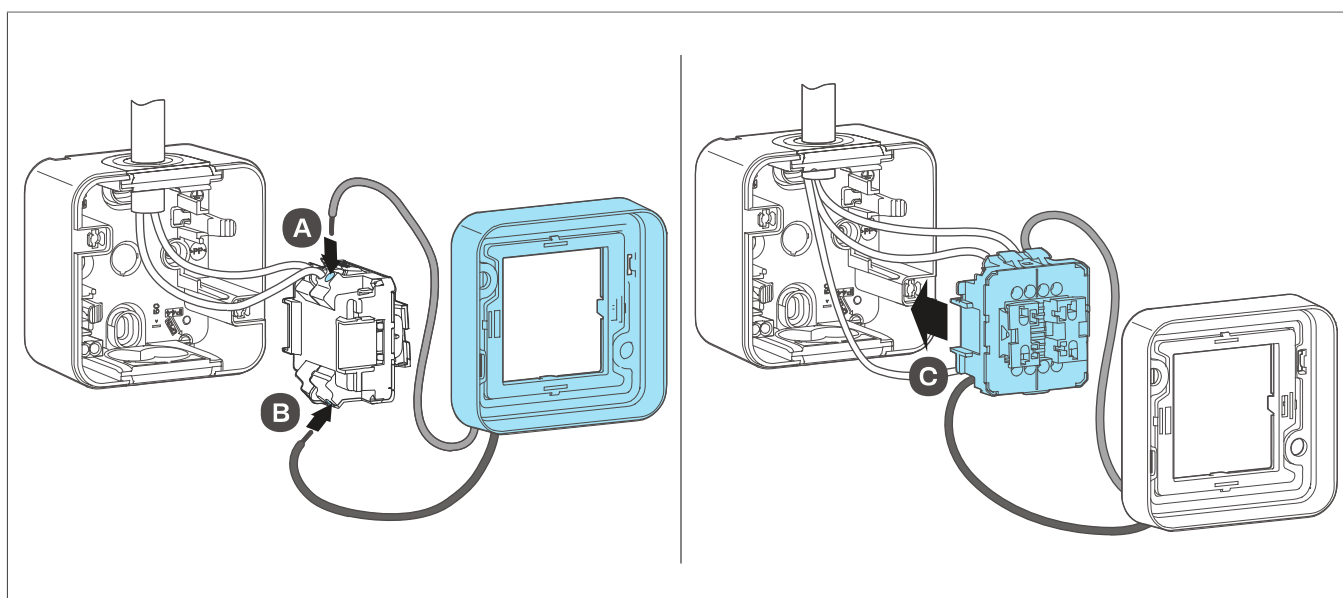

Fig. 10 : Connectez la collerette lumineuse (à gauche) / enclenchez le mécanisme (à droite)
- ❹ Raccordez la collerette lumineuse (3) pour l'éclairage permanent, l'éclairage d'orientation ou l'éclairage de contrôle A et B (Fig. 10, gauche).
- ❺ Réinsérez le mécanisme (4) dans la boîte saillie jusqu'à ce qu'il s'enclenche C sur les supports (7) (Fig. 10, à droite).